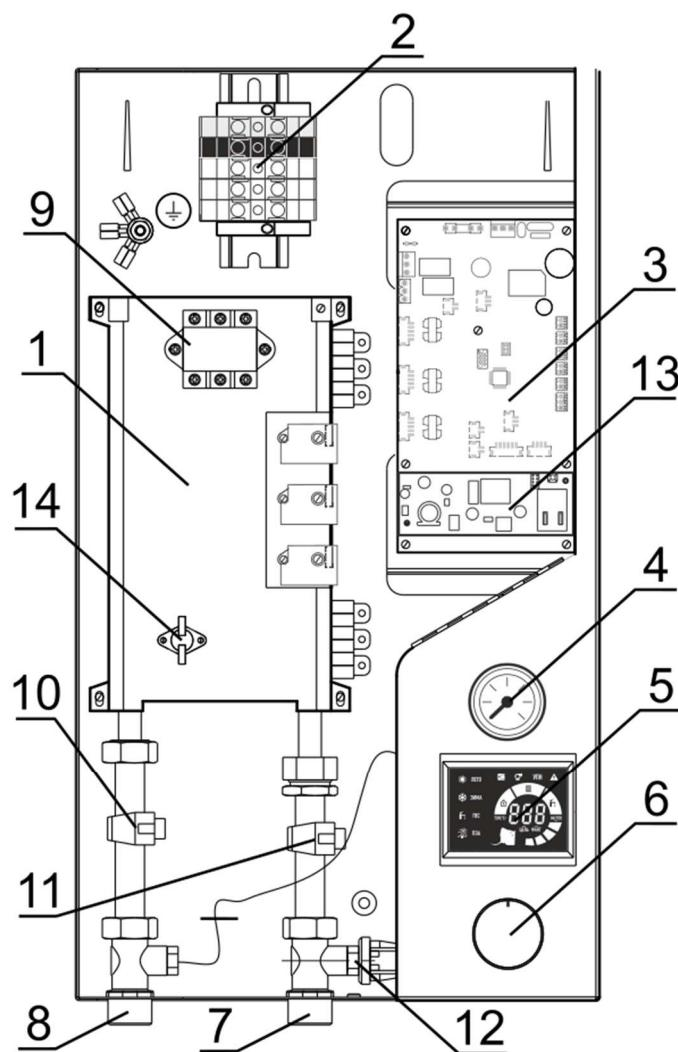

Рисунок 1 - Схема внутреннего устройства электрокотла
2. Электрокотел состоит из следующих основных частей (см. Рисунок 1):
- теплообменника с ТЭНами (1) (с входным (7) и выходным (8) патрубками);
- колодки (2) для подключения сетевых проводов;
- панели управления с дисплеем (5) и энкодером (6);
- платы управления (3);
- аварийного терmostата с кнопкой взвода (9);